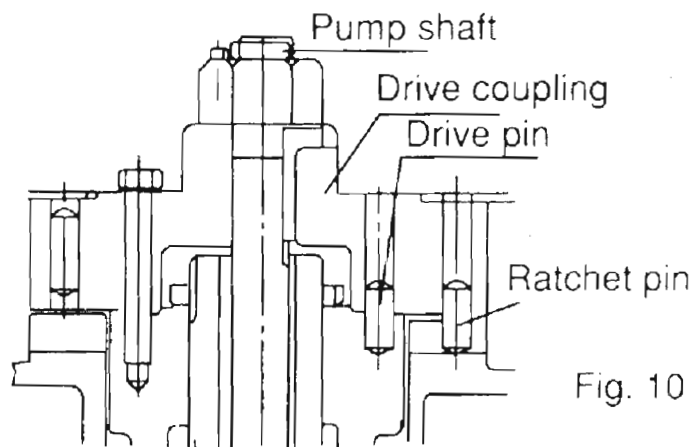

Fig. 10
3.3.9 Acoplamiento de trinquete no-reversible , como se muestra en la Fig. 10